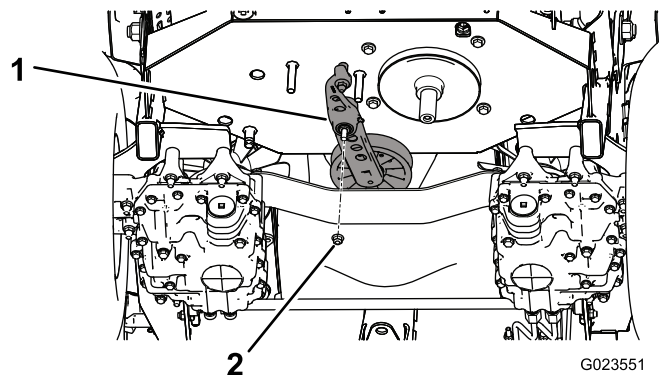

Figura 58
5. Rimuovete il dado che fissa il gruppo di tensione al telaio (Figura 58).